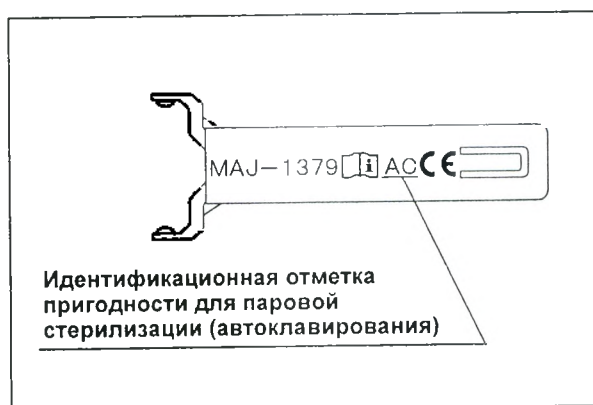

Рисунок 6.1
- *4 Интродьюсер для введения в троакар, имеющий маркировку «АС» (на рис. 6.1), пригоден для паровой стерилизации (автоклавирования).